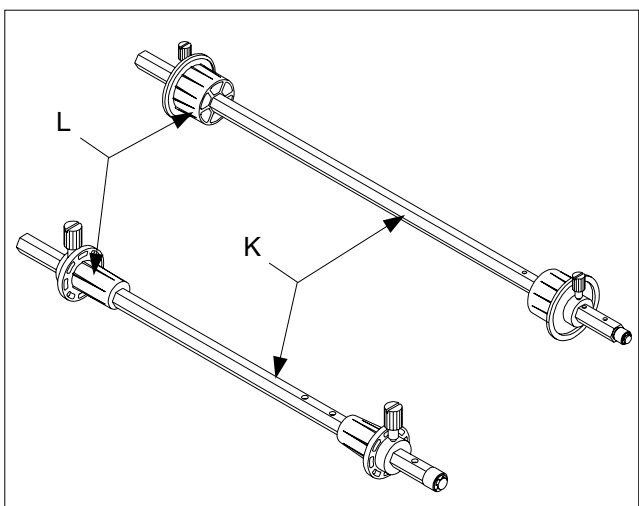

Fig. 6
K. FILM SHAFT: The film shaft holds the film supply on the machine, (Figure 6).
L. LOCKING CORE ADAPTORS: Hold and lock the rolls of film on the shafts to prevent side to side shifting, (Figure 6).
K. FOLIENWELLE: Hält die Folienufzehr auf dem Gerät (Abb. 6).
L. SICHERUNGSDAPTER: Damit werden die Folienspulen auf den Wellen gehalten und gesichert und ein seitliches Verschieben vermieden (Abb. 6).
K. FILMKOKER: De filmkoker houdt de filmvoorraad vast in de machine (zie afb. 6).
L. VERGRENDDEL-KERNADAPTERS: Houden de filmrollen vast en vergrendelen ze op de filmkoker om zijwaarts verschuiven te voorkomen (zie afb. 6).
K. AXE: l'axe maintient la bobine de film et les mandrins permettent de maintenir les bobines de film sur la machine (Figure 6).
L. ADAPTATEURS DE FIXATION: Tenez et fixez les rouleaux de film sur les axes afin d'éviter que ces derniers ne glissent d'un côté ou de l'autre (Figure 6).